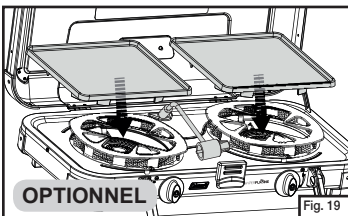

Fig. 19
- Pour le rangement ou le transport, le régulateur peut se trouver entre le support de plaque coupe-vent. (Fig. 19)